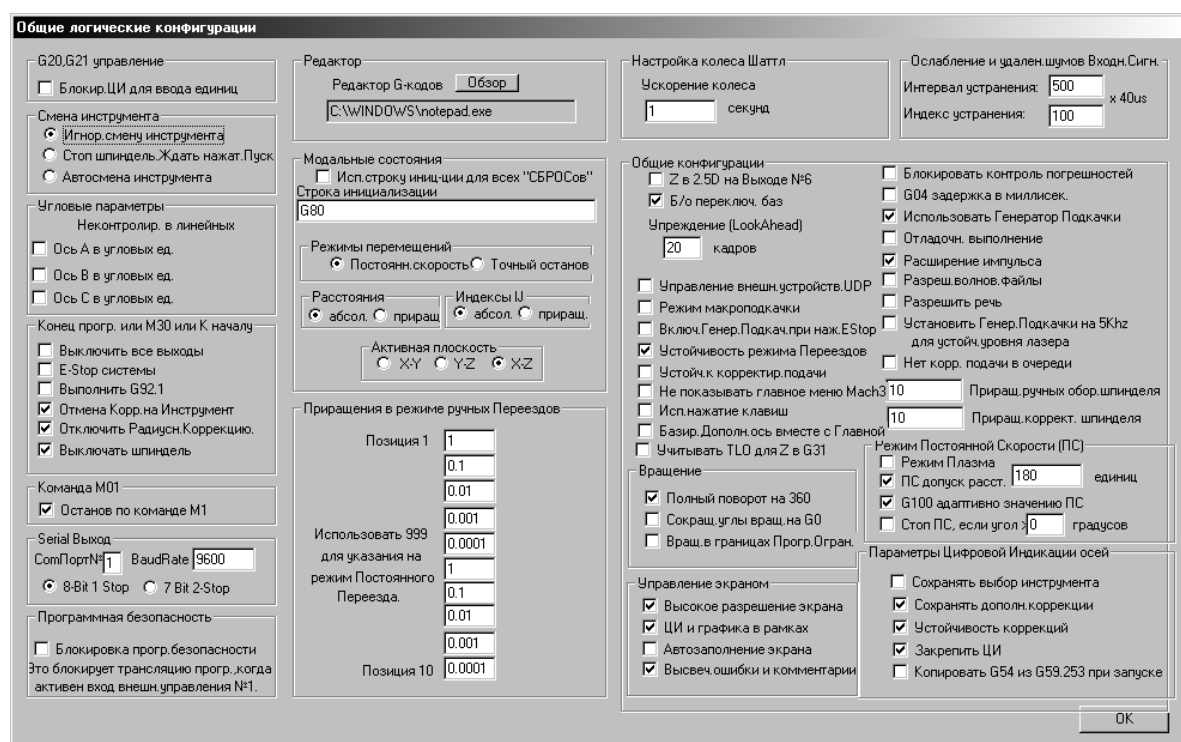

Рис. 13. Окно **Общие конфигурации**.
6. Зайти в меню **Конфигурации – Общие конфигурации (Рис. 13)**. Установить параметры согласно рисунку.